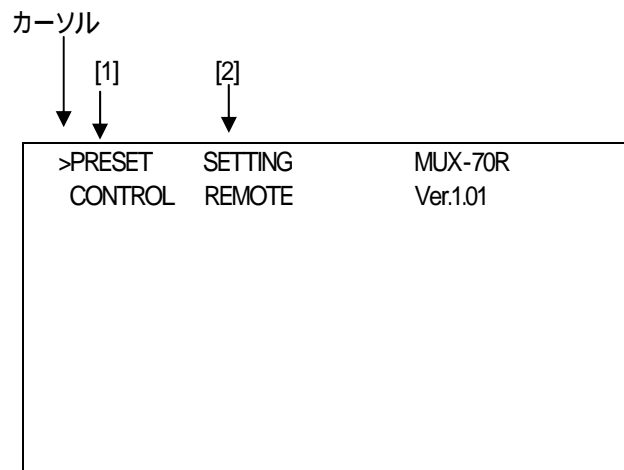
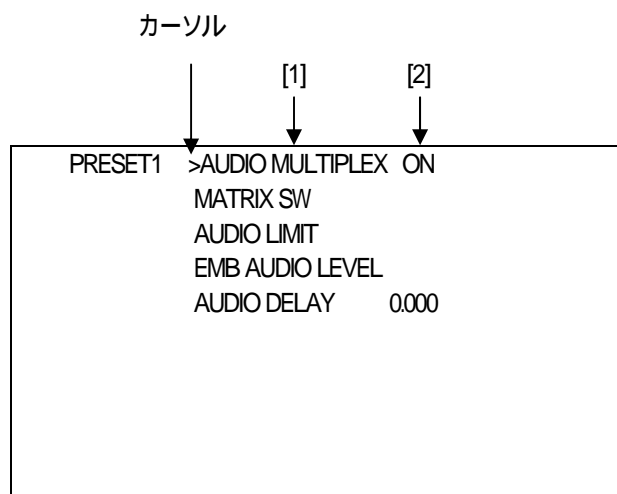

図4-1オンスクリーンメニューのメインメニューの表示
図4-2オンスクリーンメニューのプリセットサブメニューの表示
- (1) 電源投入直後は、モジュール前面の表示器に機種名「MUX-70R」と映像フォーマット「59i or 23sf or 525i or 23p」と選択されたプリセットパターン「PRE1～4」が(繰り返し)表示されています。
- (2) モジュール前面のMENUボタンを押すことで、表示器がメニューモードに入ります。(図4-1、図4-2 メニューツリー参照)
- (3) カーソルが左の項(図4-1[1])にある状態でツマミを回し、設定する項目を選択します。
- (4) ENTERボタンを押すとカーソルが右の項(図4-1[2]または図4-2[1])へ移動し、ツマミを回して変更します。(変更項目がブリンクします)
- (5) 更に階層があるメニューはカーソルが図4-2[2]へ移動し、ツマミを回して変更します。(PRESETの変更のみ)
- (6) 設定を保存する場合はENTERボタンを押します。また、変更をキャンセルする場合は、MENUボタンを押すことにより設定値は変更前の値に戻ります。いずれの場合も、カーソルが左の項へ移動します。
- (7) さらに他項目の設定を行う場合は3)～6)の操作を繰り返し行います。
- (8) 終了する場合はMENUボタンを押すことで1)の状態に戻ります。
- (9) メニューモードの状態でも10分間未操作状態が続くと、設定をキャンセルし、ステータス表示へ戻ります。